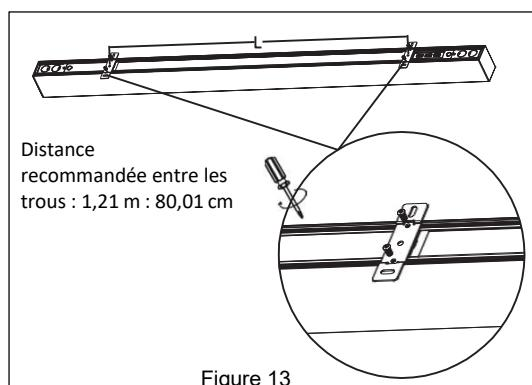

Figure 13
2. Fixez les deux supports de montage en surface à l'arrière du luminaire à l'aide des vis courtes fournies. *Reportez-vous à la Figure 13.*